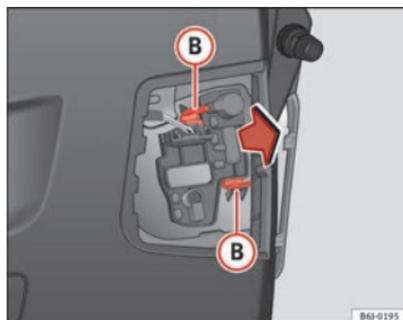

Abb. 182 Lampenträger ausbauen
- Ziehen Sie den Lampenträger durch drücken der Halteclips **(B)** ⇒ Abb. 182 heraus.